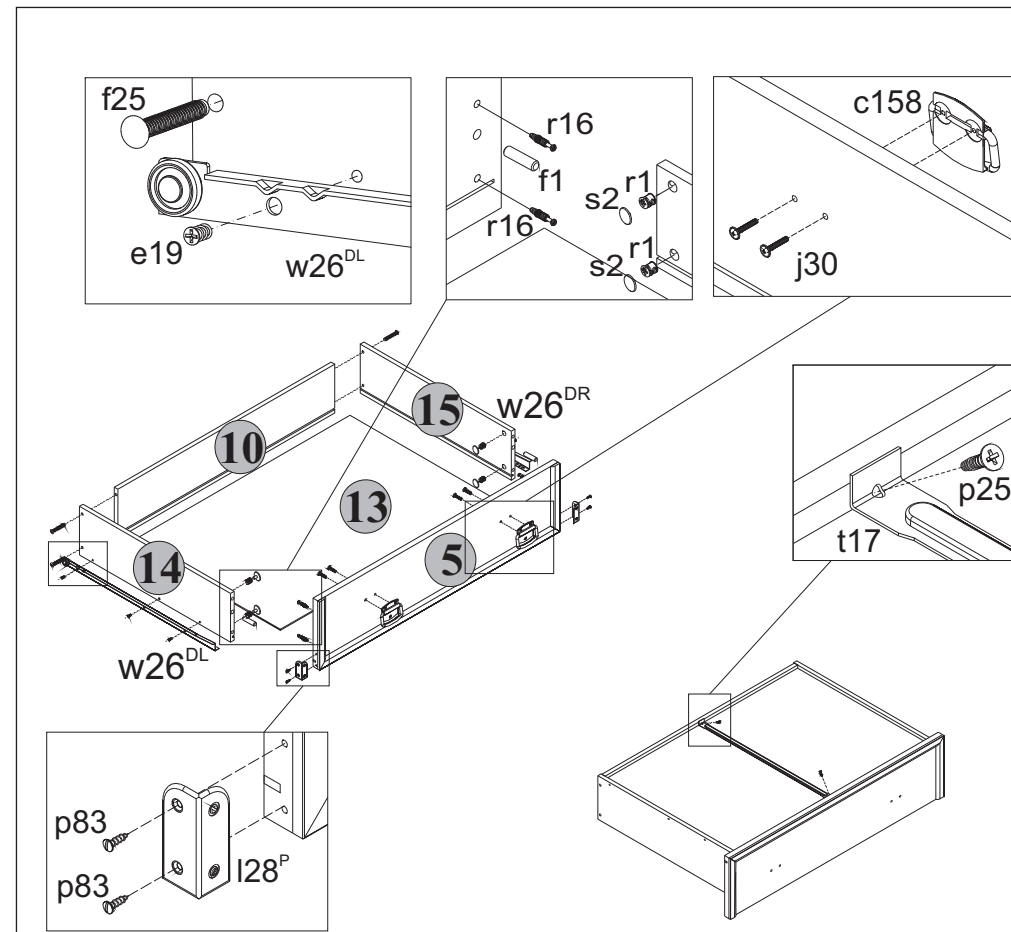

Рис. 1
r1, пользуясь специальным ключом z1. Закрывать стяжки эксцентриковые заглушками s2 (см.рис.1).
5.20 К боковым кромкам панели передней 5 у нижних углов шурупами p83 закрепить накладки декоративные I28p и I28s, пользуясь плоской отверткой (см.рис. 1).
5.22 Перевернуть ящики выдвижные дном вверх и закрепить на боковых стенках 14 и 15 ящиков еврошурупами e19 направляющие w26DL и w26DR (см.рис. 1).
5.23 Закрепить фиксаторы дна t17 шурупами p25 (см.рис. 1), пользуясь крестообразной отверткой.
5.15 В отверстия диаметром 8 мм на передних кромках стенок боковых 14 и 15 корпусов выдвижных ящиков вбить деревянные шканты f1 (см.рис.1).
5.16 В отверстия диаметром 15 мм на внутренних поверхностях стенок боковых 14 и 15 корпусов выдвижных ящиков вставить стяжки эксцентриковые r1 (см.рис.1).
5.17 В отверстия диаметром 5 мм на внутренних поверхностях панелей передних 5 и 6 ящиков выдвижных с помощью крестообразной отвертки вкрутить винты стяжки r16 (см.рис.1).